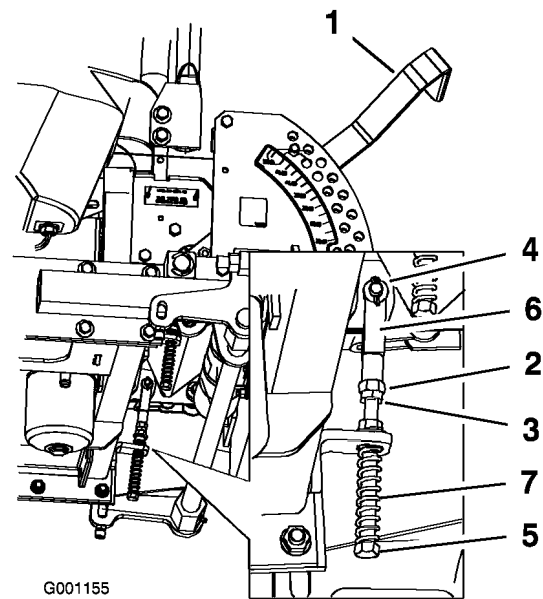

Bild 65
8. Sollte eine Einstellung erforderlich sein, lockern Sie die Mutter und die Klemmmutter gegen das Joch (Bild 65).
9. Drücken Sie den Fahrtriebshebel leicht nach hinten, drehen Sie den Kopf der Einstellschraube in die entsprechende Richtung, bis der Schalthebel in der Neutralsperrstellung zentriert ist (Bild 65).
10. Ziehen Sie die Mutter und die Klemmmutter an (Bild 65).